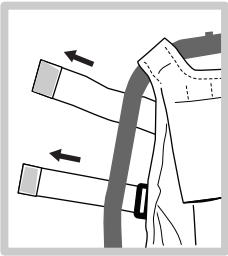

Figure 4
- a. Les bandes Velcro seront fixées sur jambage coudé à l'aide des vis (figure 4).